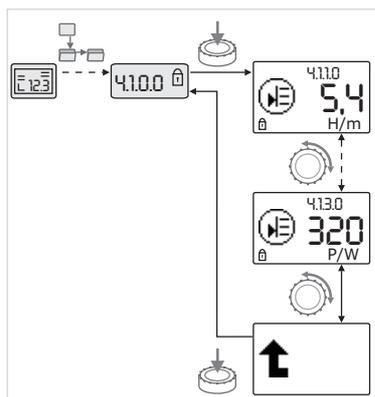

Fig. 40: Wywoływanie informacji
- Poprzez obracanie pokrętki wybierać elementy menu typu „Informacja” w aktualnych podmenu (patrz Fig. 40). Objaśnienia symboli odpowiadających poszczególnym ustawieniom – patrz tabela w rozdziale 8.7 „Przegląd elementów menu” na stronie 164.